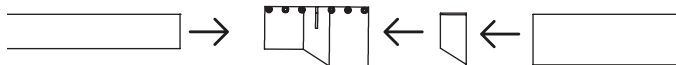

Figure 2
6. Retournez l'appareil et assurez-vous que les tubes sont bien alignés contre **l'insert du coupleur**. Serrez les autres boulons d'accouplement. Les tubes doivent être fixés dans le coupleur sans aucun mouvement. Assurez-vous de ne pas trop serrer. **Voir la figure 2.**